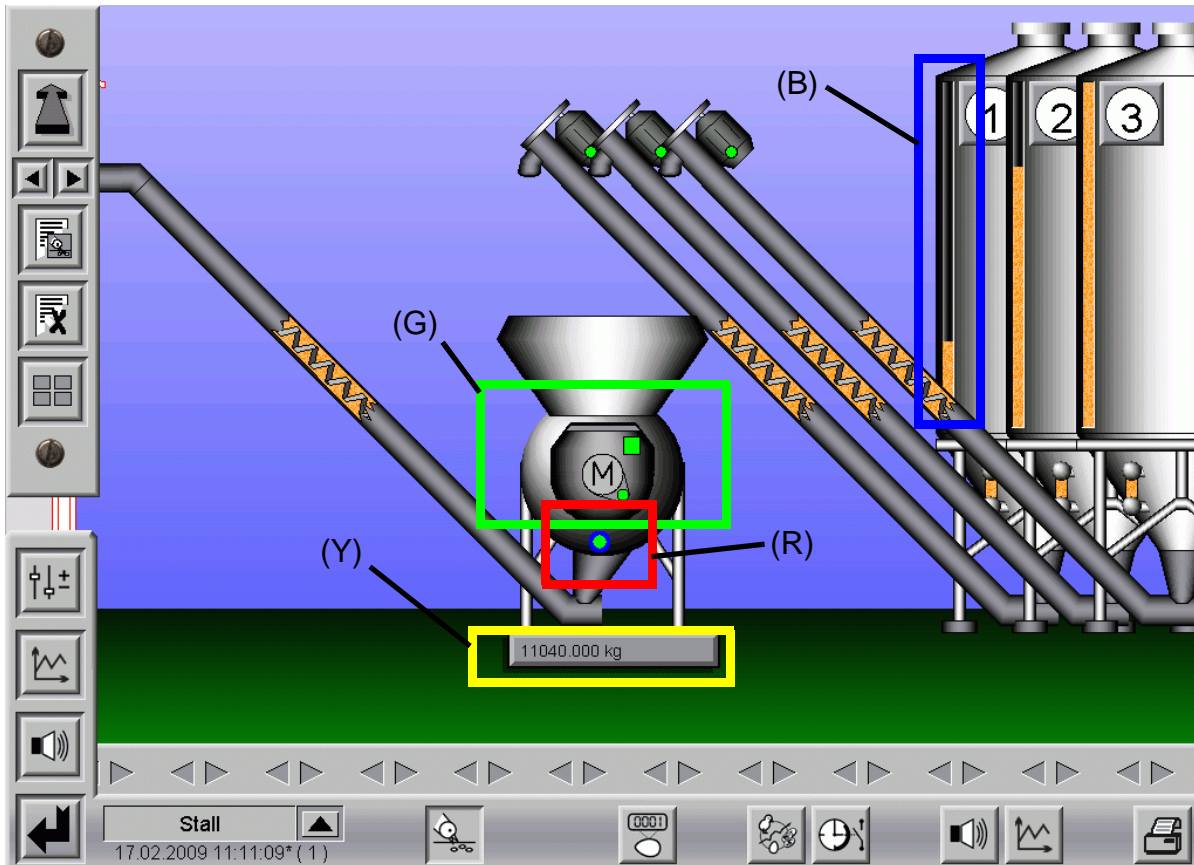

Bild 10-1: Elektronische Silowaage
Um die Waage zu prüfen, kann die Trommel im Übersichtsbild auch manuell bedient werden. Dazu wird auf das im Bild 10-1 grün (G) markierte Feld in der Trommel geklickt und folgendes Menü erscheint.